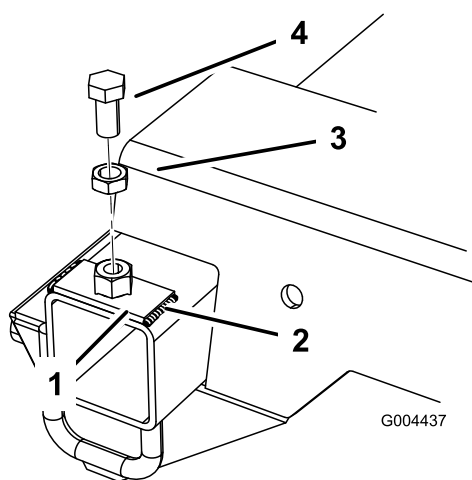

図 5
4. 新しいプレートをフレームに溶接する；左右それぞれの側に 1/4 インチ（6 mm）のビーズを作る（図 5）。ボルトとジャムナットが冷えたら、これらを取り外す。